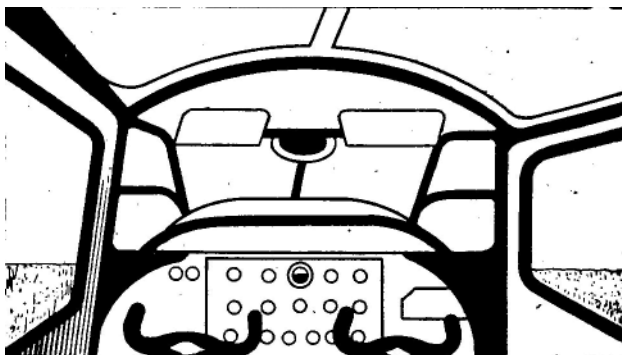

Рис. 8. Положение капота относительно горизонта в наборе высоты
7. После уборки шасси установить режим набора высоты; $n = 70\%$, $P_k = (800—850)$ мм рт. ст. На этом режиме горизонт будет проходить у основания фонаря (рис. 8).